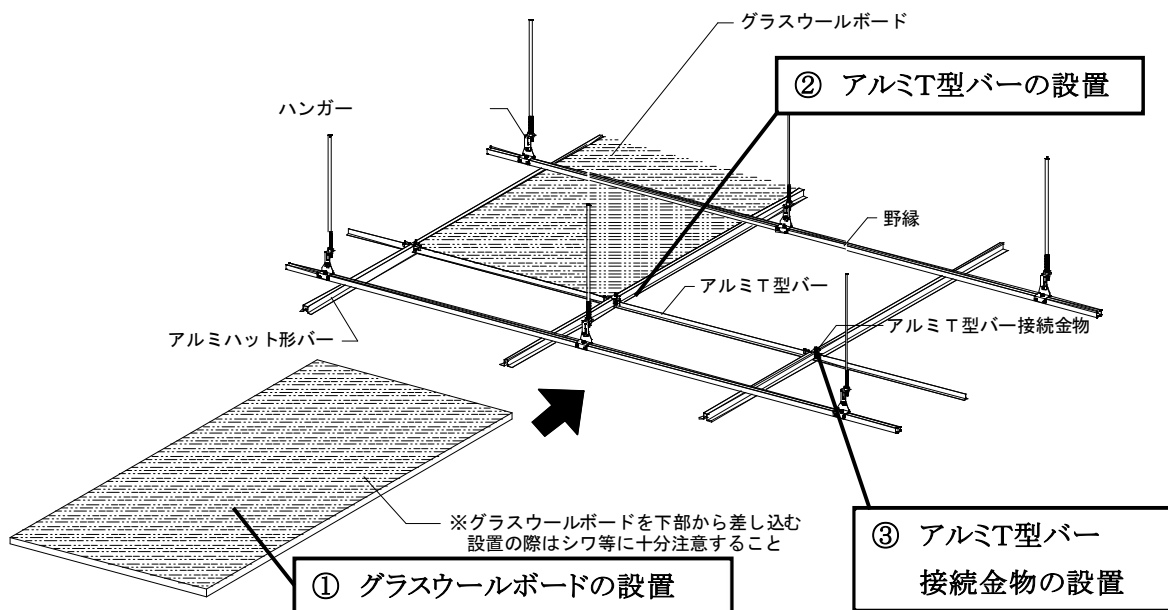

図 2-11-2 グラスウールボードの設置手順
グラスウールボードの設置手順については、アルミT型バーの通りを確認しながら①～③の流れで順次設置すること。(図 2-11-2 参照)